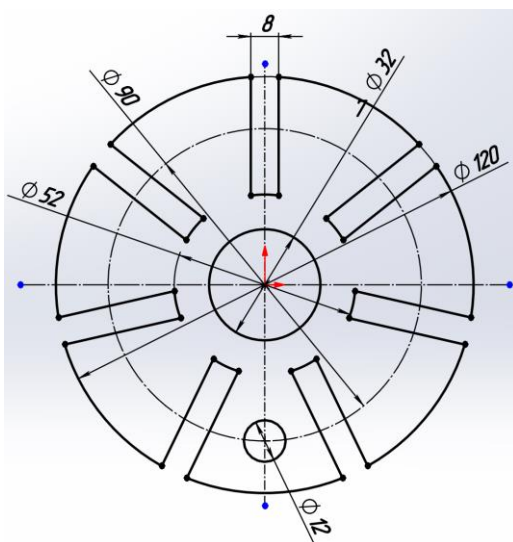
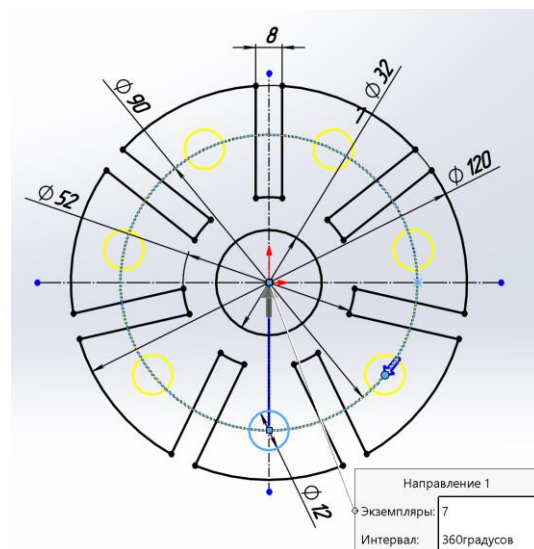

Рис. 24
Рис. 25
10. Далі будуємо коло діаметром 12 мм. Коло будуємо в місці де є перетин осьової з колом, по якому буде будуватись круговий масив (рис. 24). Аналогічно створюємо ще один **Круговий масив** (рис. 25).